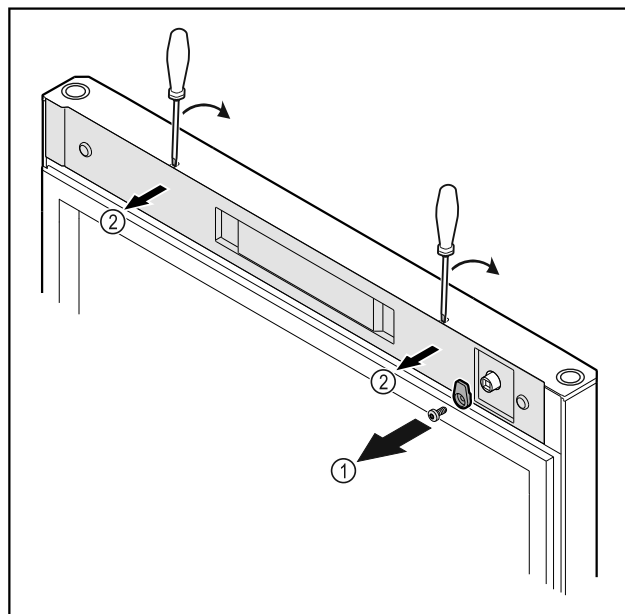

Fig. 11
- Deșurubați Fig. 11 (1) cârligul de închidere.
- Deblocați apărătoarea Fig. 11 (2) cu o șurubelniță mică și detașați-o.